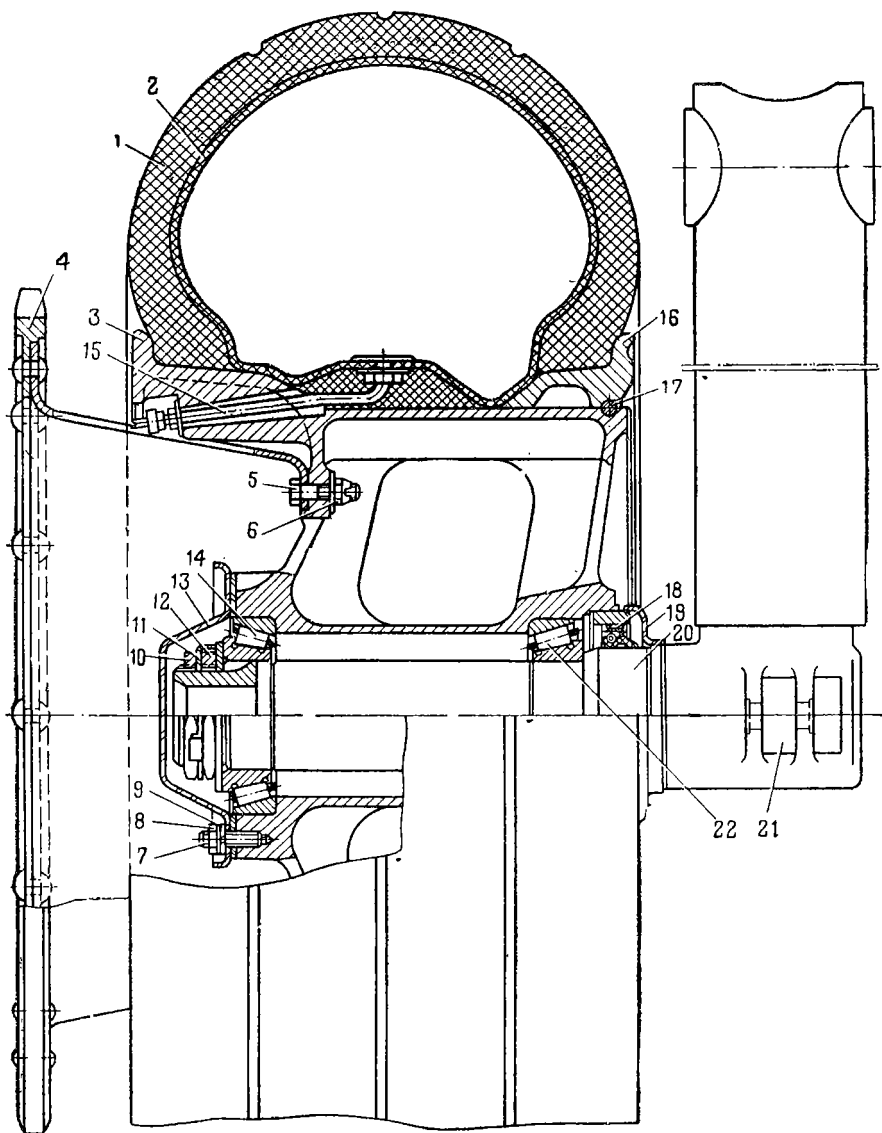

Рис. 5. Установка дополнительного колеса:
5. Отвернуть гайки 8 (рис. 5) и снять колпак 13.
1. Напрессовать роликподшипник 22 (рис. 5) на ось 20 балансира.